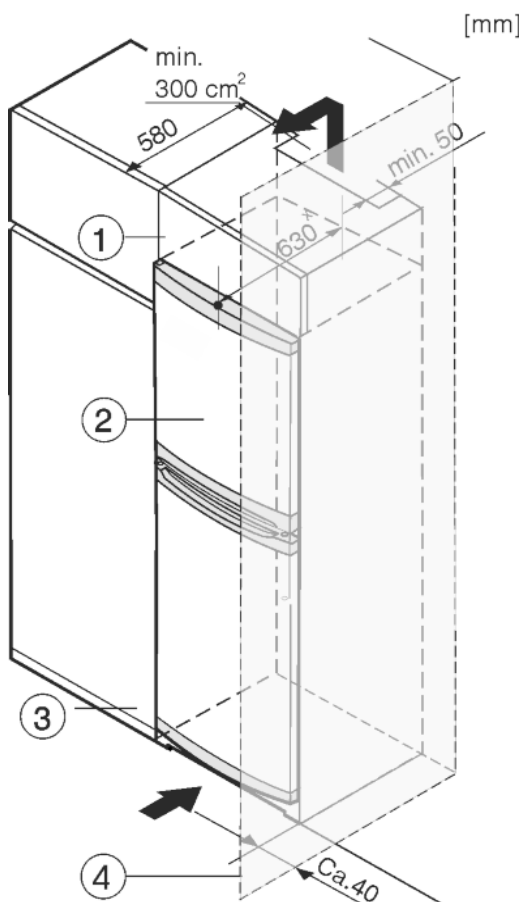

Fig. 7
- (1) Élément haut
- (2) Appareil
- (3) Placard de cuisine
- (4) Mur
L'appareil peut être réagencé avec des buffets de cuisine. Pour adapter l'appareil Fig. 7 (2) à la hauteur du coin cuisine, une rehausse Fig. 7 (1) peut être posée sur l'appareil.
Lors de la transformation avec des placards de cuisine (profondeur max. 580 mm), l'appareil peut être placé directement à côté du placard de cuisine Fig. 7 (3). L'appareil dépasse latéralement de 34 mm * et de 50 mm * au centre de l'appareil par rapport à la face avant du placard de cuisine.
Si l'appareil est installé avec les charnières à côté d'un mur *Fig. 7 (4)*, la distance entre l'appareil et le mur doit être de 40 mm min. Ceci correspond à la saillie de la poignée lorsque la porte est ouverte.